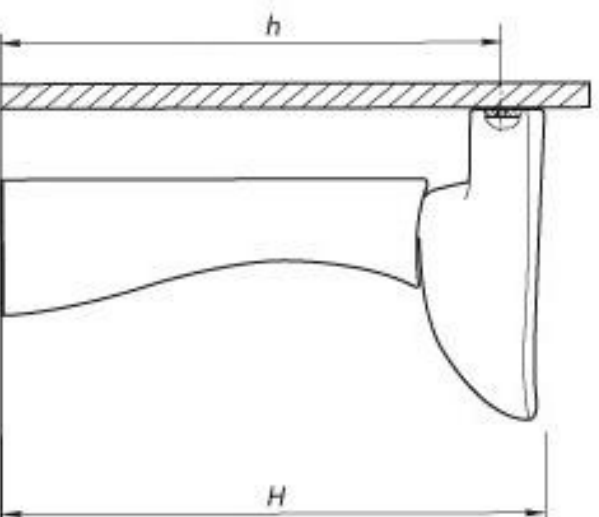

рис. 9
1. Сделать разметку для отверстий – h (рис. 9).
2. Наметить разметку для отверстий – h (рис. 9).